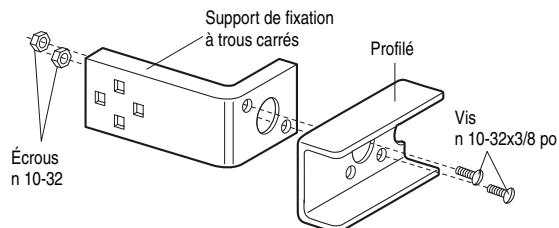

Figure 2
- Poser ces deux ensembles sur un support à fente en utilisant les fixations illustrées en Figure 2. **Noter l'alignement des supports des côtés gauche et droit de la porte.**
- Utiliser les trous de fixation de supports en tant que gabarit pour repérer et percer (2) avant-trous de 3/16 de pouce de diamètre de chaque côté de la porte du garage, entre 4 pouces et 6 pouces du plancher, **jamais à plus de 6 pouces** (voir l'avertissement à la page 15).
- Fixer les supports en place avec des tire-fond de 1/4 po x1-1/2 po, comme il est illustré en Figure 2.